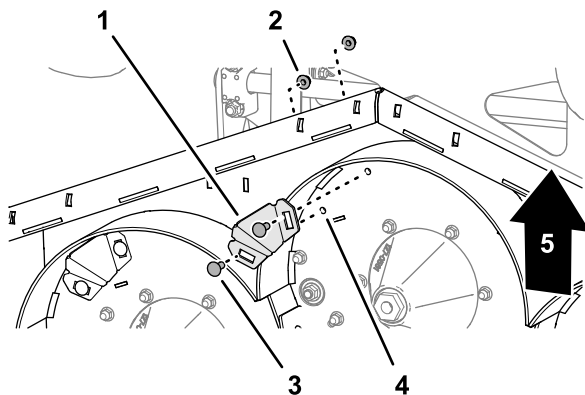

Figure 37
2. Sur le côté inférieur central du plateau de coupe, retirez les 2 boulons de carrosserie ($\frac{3}{8}$ " x 1") et les 2 contre-écrous à embase ($\frac{3}{8}$ ") qui fixent le kicker au plateau, et déposez le kicker (Figure 37).